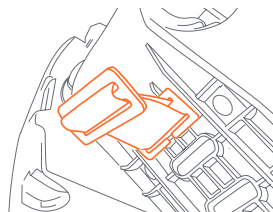

Fig. 33-3
3. Vista desde el lado de abajo. Tire de la parte floja según sea necesario (Fig. 33-3).